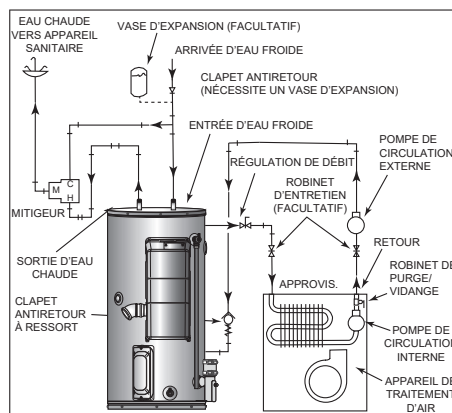
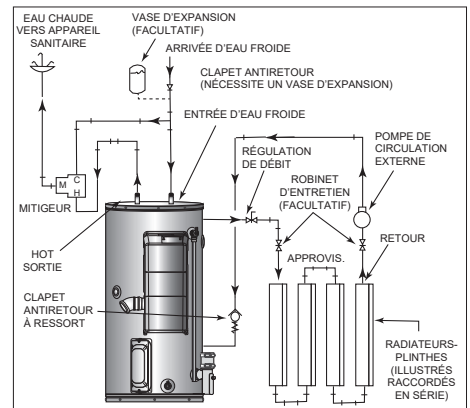

Figure 50. Configuration-type d'un système chauffage combiné
Figure 51. Chauffage combiné type à radiateurs-plinthes
- Les systèmes de chauffage « combinés » nécessitent des températures plus élevées que les autres applications. Si le système est utilisé pour fournir de l'eau à un circuit de chauffage combiné, un moyen de type mitigeur thermostatique devra être installé à chaque point d'utilisation pour tempérer l'eau de façon à réduire le risque de brûlure. Voir **Figure 50** et **Figure 51**.
- Un ventilo-convecteur/appareil de traitement d'air. Voir **Figure 50** (page 39).
- Un circuit de radiateurs-plinthes (tube à ailettes)/chauffage au sol à eau chaude. Voir **Figure 50** (page 39).